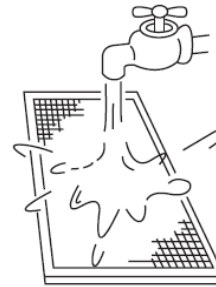

fig.6
- *Partea prin care patrunde aerul trebuie sa fie cu fata in jos atunci cand folositi apa (vezi Fig. 6).*